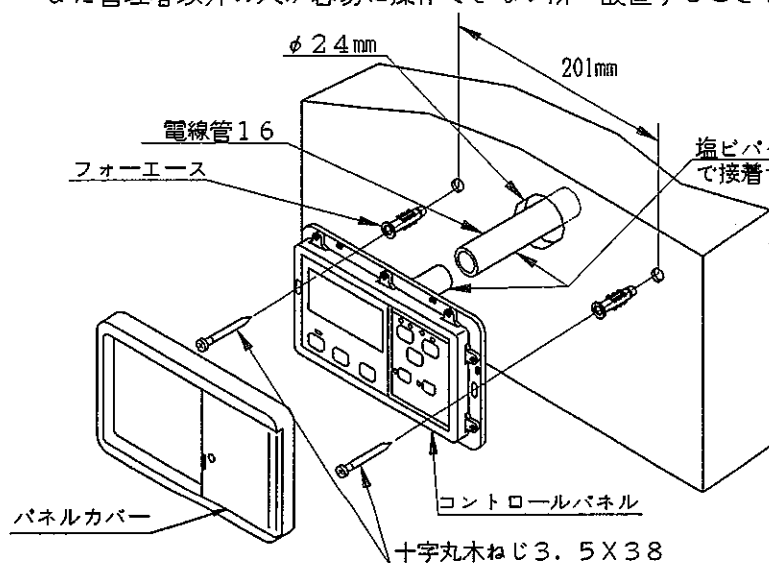

図4-1 コントロールパネル取り付け1
- ③ コントロールパネルと電線管16を塩ビパイプ用の接着剤で接着する。(図4-1のa部参照)
- ④ パネルカバーを外し、コントロールパネルを浴室の壁に十字丸木ねじ3.5×38で取り付ける。必要に応じてフォーエースを使用する。